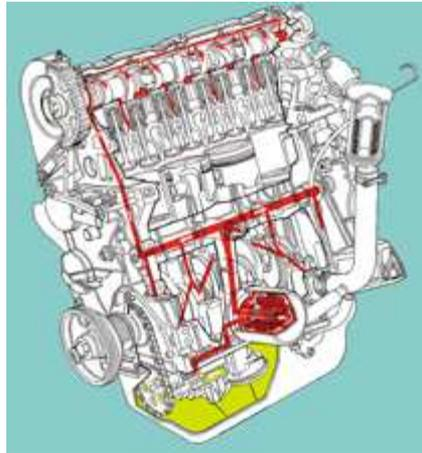

Fig. 8
- **Sistema de lubricación (fig. 8)**